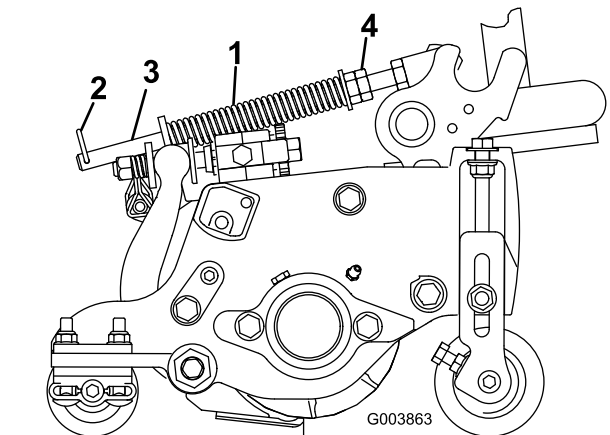

Figura 16
1. Verificate che la coppia sia montata nel foro posteriore dell'asta della molla (Figura 16).
2. Serrate i dadi esagonali sul lato anteriore dell'asta della molla, finché la lunghezza compressa della molla non è di 15,9 cm (Figura 16).
Nota: Se l'apparato di taglio deve essere rimosso dalla macchina, spostare la coppiglia sul foro anteriore dell'asta della molla (Figura 16). Assicuratevi di riportare la coppiglia sul foro posteriore dell'asta della molla dopo che l'apparato di taglio è stato reinstallato sulla macchina.